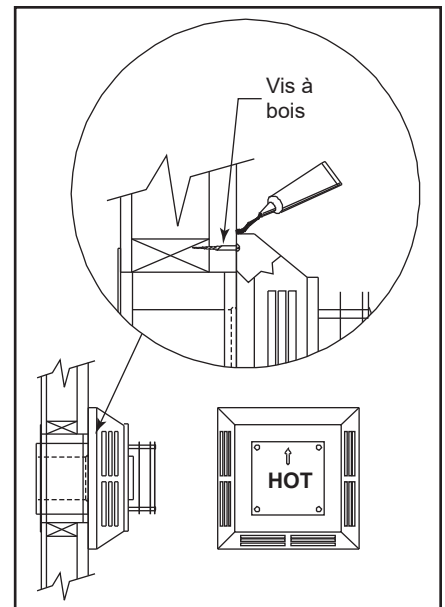

Figure 3.28
**Étape 4** – Placez le chapeau de sortie horizontale au centre du trou encadré et fixez-le au mur extérieur à l'aide des quatre (4) vis à bois fournies. Avant de fixer le chapeau de la sortie de ventilation au mur extérieur, appliquez un cordon de mastic en silicone non durcissant autour des bords extérieurs pour sceller le chapeau au mur. La flèche sur la sortie de ventilation doit être orientée vers le haut. Assurez-vous que les dégagements par rapport aux matériaux combustibles sont corrects (figure 3.28).
1. Les quatre (4) vis à bois fournies doivent être remplacées par des attaches appropriées pour briques, béton ou autres types de bardage.